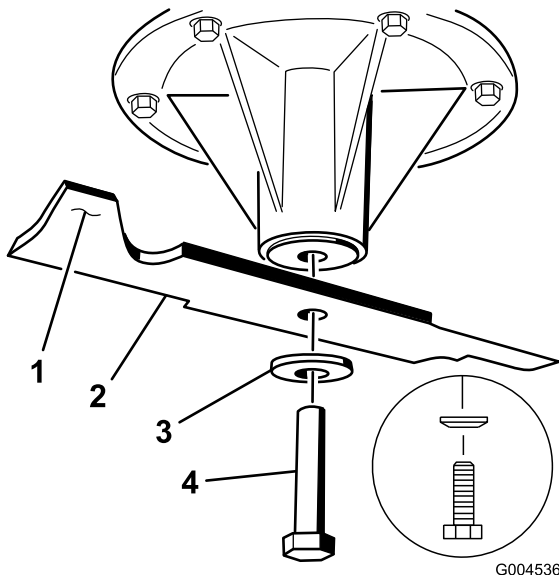

図 78
2. スピンドルのシャフトからブレードボルト、湾曲ワッシャ、ブレードを取り外す（図 78）。
ればバランスがとれているからそのまま使用してよい。もし傾くようなら、重い方の裏面を少し削って調整する（図 78）。バランスがとれるまで調整する。